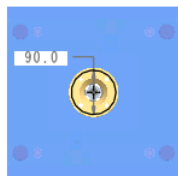

图 31.55 截面草图
Step3. 绘制截面草图。绘制图 31.55 所示的截面草图（一个圆），完成截面的绘制后，单击“草绘”操控板中的“确定”按钮 。